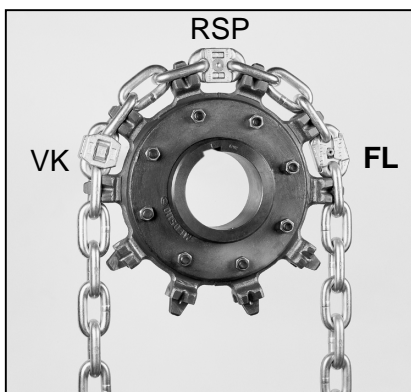
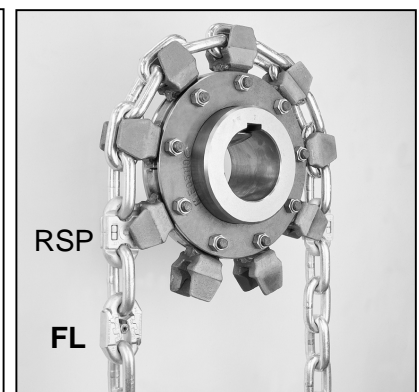

Bild 3
Bild 5
- Beachten Sie die richtige Einbaulage der Kettenschlösser zu den Zahnkettenrädern (Bild 3) und Taschenkettenrädern (Bild 5).
Förderrichtung von Kettenrad beachten – langer Schlossschenkel in Laufrichtung zur Radmitte zeigend montieren (Bild 5).